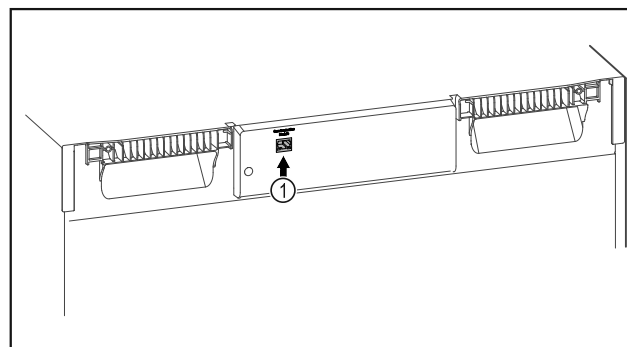

Fig. 140
- SmartModule *Fig. 140 (1)* är insatt.